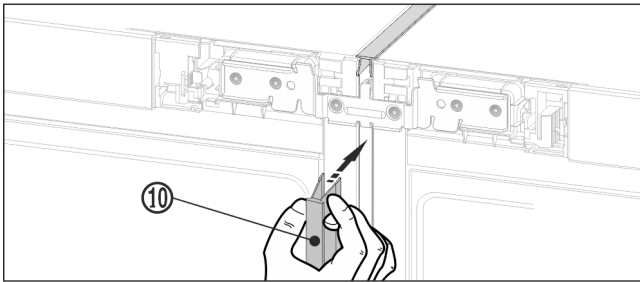

Fig. 22
- ▶ În partea frontală, presați profilul de mascare Fig. 22 (10) în fanta verticală. Aveți grijă ca profilul să se sprijine pe tabla de îmbinare.